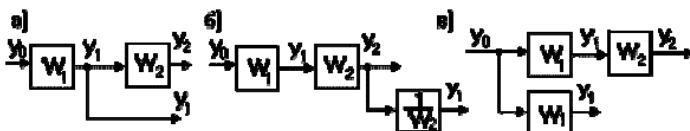

Рис. 25. Перенесення вузла через ланку
5. При перенесенні вузла через ланку за рухом сигналу додається ланка з передавальною функцією, зворотної передавальної функції ланки, через яку переносимо вузол. Якщо вузол переноситься проти руху сигналу, то додається ланка з передавальною функцією ланки, через яку переноситься вузол (рис. 25).
Так, з виходу системи на рис. 25, а) знімається сигнал  $y_1 = y_0 W_1$ .
Такий же сигнал знімається з виходів рис. 25, б):  $y_1 = y_0 W_1 W_2 / W_2 = y_0 W_1$
і рис. 25, в):  $y_1 = y_0 W_1$ .